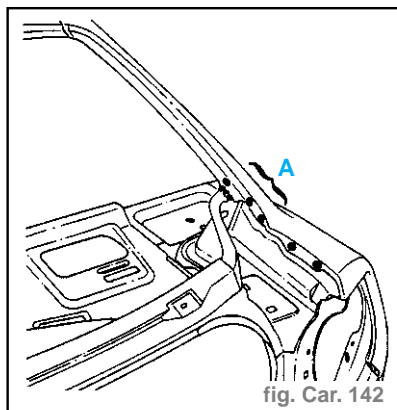

fig. Car. 142
**Nota :** Tous les points sont en trois épaisseurs, en (A) avec la fermeture de bas de caisse, les autres points avec la doublure de custode.
**Soudure** (fig. Car. 142)
**Nota :** En (A), les points sont en trois épaisseurs.